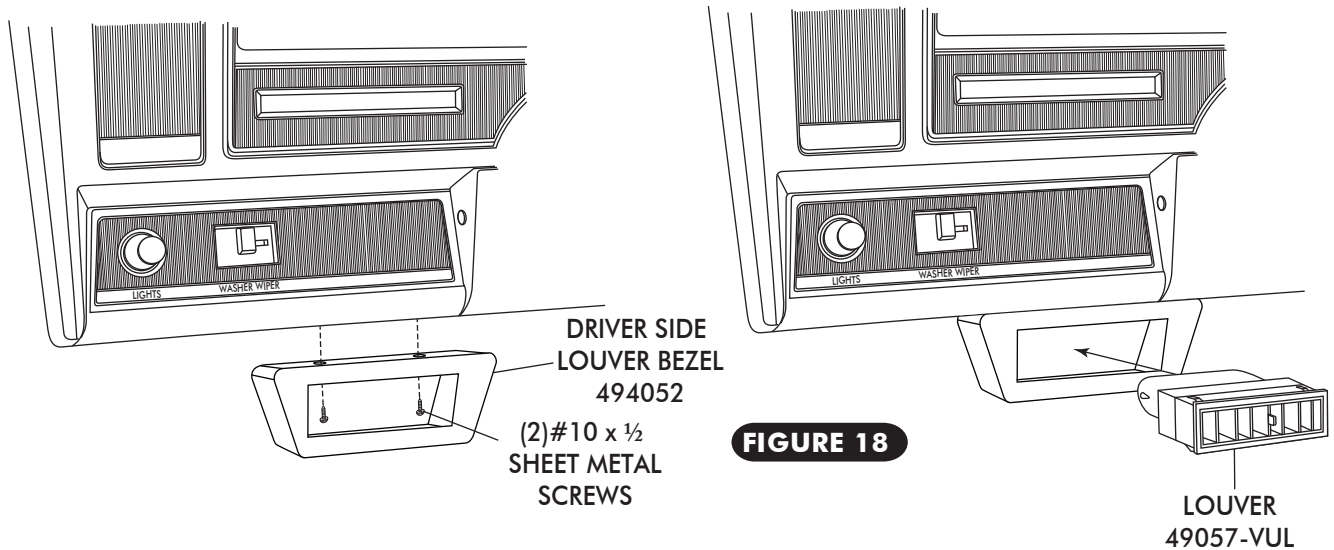

FIGURE 18
- ☐ USING (2) #10 x 1/2" SHEET METAL SCREWS, INSTALL THE DRIVER SIDE LOUVER HOUSING UNDER DASH AS SHOWN IN FIGURE 18, BELOW.
- ☐ INSTALL LOUVERS IN DRIVER SIDE HOUSING AND CENTER/PASSENGER SIDE LOUVER BEZEL AS SHOWN IN FIGURE 18 & 18a.